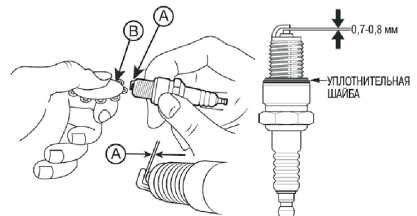

РИС. 16
4. Проверка зазора. С помощью щупа измерьте зазор между электродами (Рис. 16). Номинальное значение: 0.7 – 0.8 мм.